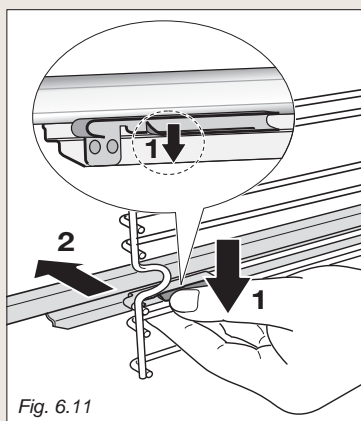

Fig. 6.11
- * Installez le support de grille coulissant sur le fil supérieur d'un niveau de cuisson et appuyez (fig. 6.11); Un déclic sonore se produit lorsque les verrous de sûreté s'agrafent sur le fil.
- * Repérez les verrous de sûreté. Il s'agit de languettes qui s'agrafent sur le fil de la grille latérale (flèche **1** sur la fig. 6.11).
- * Écartez les verrous de sûreté du fil pour libérer ce dernier (flèche **2** sur la fig. 6.11).